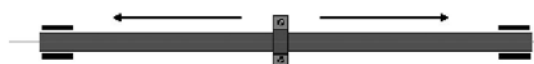

Figure 7.6
3. Quand il y a des tronçons de tuyauterie rectilignes, sans compensateurs de dilatation, il est possible d'installer un seul point fixe afin de prévenir d'éventuelles déformations. Tous les autres points doivent être des points coulissants. Il est conseillé de positionner le point fixe le plus possible en position médiane par rapport à la longueur du tronçon rectiligne (fig. 7.6); de cette façon, on répartit l'allongement dû à la dilatation dans les deux directions, en réduisant de moitié la longueur du segment de dilatation nécessaire.